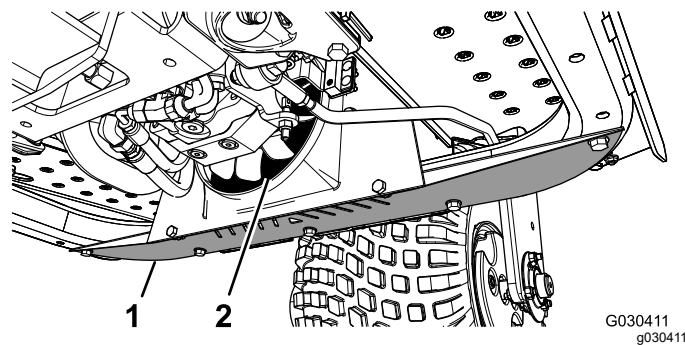

Рисунок 50
1. Снимите нижний щиток (Рисунок 50).
2. С помощью распылителя продуйте сжатым воздухом пространство между лопастями вентилятора (Рисунок 50), чтобы выдуть загрязнения с той стороны, откуда они были занесены.